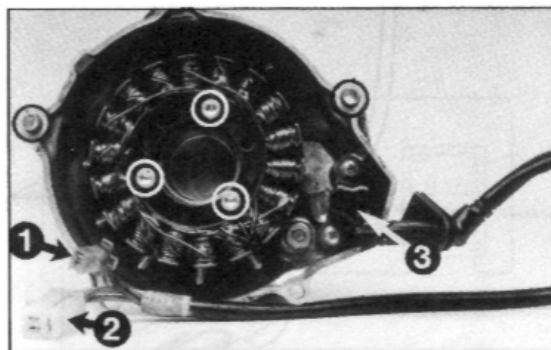

Bild 90
Der Generator (früher Lichtmaschine) muss zum Prüfen der Leistung oder Messen des Spulenwiderstands nicht ausgebaut werden. Der Gehäusedeckel beherbergt ausser den Statorspulen des Generators auch die Impulsgeberspule der Zündanlage, siehe Bild 90, Nr. 3.
- Fünf Deckelschrauben (Innensechskant SW 5) lösen und Generator-Deckel abnehmen. Auf Verbleib der zwei Passhülsen achten, siehe Bild 18, Seite 13 und Bild 90.
(Bild 90, Nr. 2) Durchgang besteht (Sollwert: 0,34 Ω).
- Zwei Befestigungsschrauben (Kreuzschlitz) mit Schlagschrauber ausdrehen und Spulen abnehmen, siehe Bild 90, Nr. 3.
-  Zur Widerstandsmessung der **Impulsgeberspulen** Stecker abziehen. Widerstand zwischen schwarz-weissem und rot-weissem Kabel muss 80 bis 120 Ω betragen, siehe Bild 90, Nr. 1 und 2.
- ⚠ Flüssige Schraubensicherung beim Eindrehen der Kreuzschlitzschrauben verwenden. Siehe Bild 90.
- Deckel mit so gut wie neuer Dichtung aufsetzen. Einbaulage der Passhülsen siehe Bild 90, Kreise.